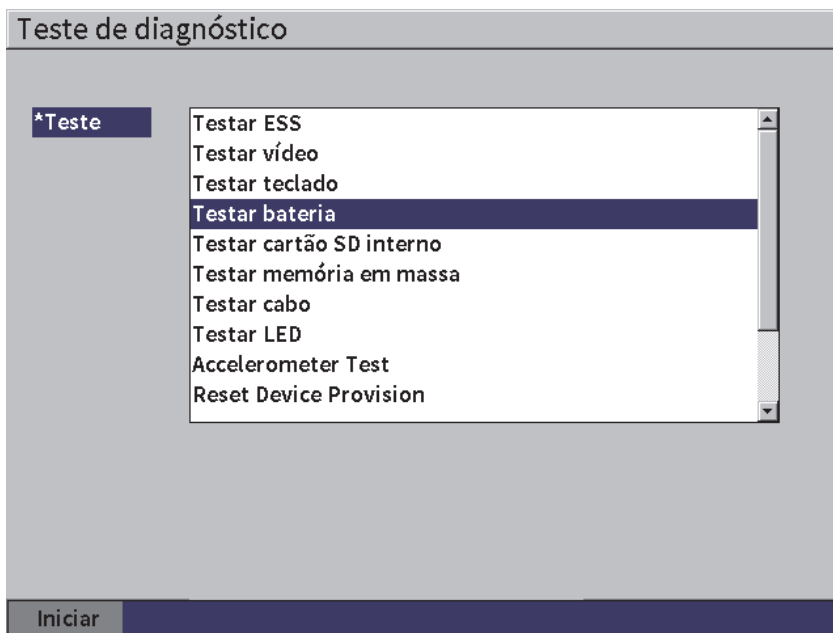

Figura 5-15 Página de configuração do teste de diagnóstico
1. Selecciona o ícone **Diagnóstico** () para abrir a página de configuração **Diagnóstico** (veja Figura 5-15 na página 79).